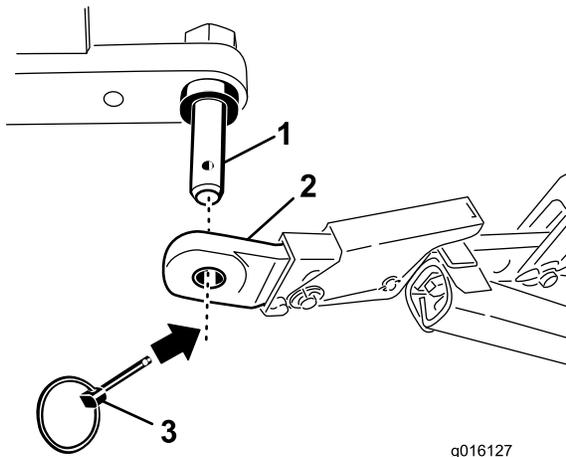

Figura 3
- Fissate i bracci di collegamento inferiori ai perni di montaggio dell'arieggiatore con gli acciarini (Figura 3).